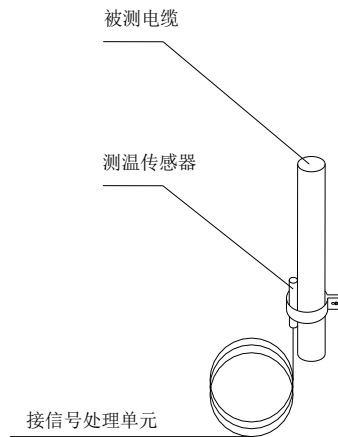

图 2.44 温度传感器安装过程分解图
- 探测器温度传感器安装如图 2.44 所示
➤ 探测器温度传感器安装如图 2.44 所示
温度传感器安装过程分解图参见图 2.44。